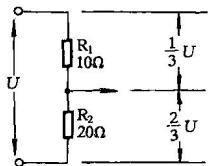

图 1-14
(1) 如图 1-14 所示，电阻器 R_1 和 R_2 构成一个分压器，由于两个电阻串联，通过这两个电阻的电流 I 相等，而电阻上的压降 $U = IR$ ， R_1 上压降为 $(1/3)U$ ， R_2 上压降为 $(2/3)U$ ，实现了分压（负载电阻必须远大于 R_1 、 R_2 ），分压比为 R_1/R_2 。